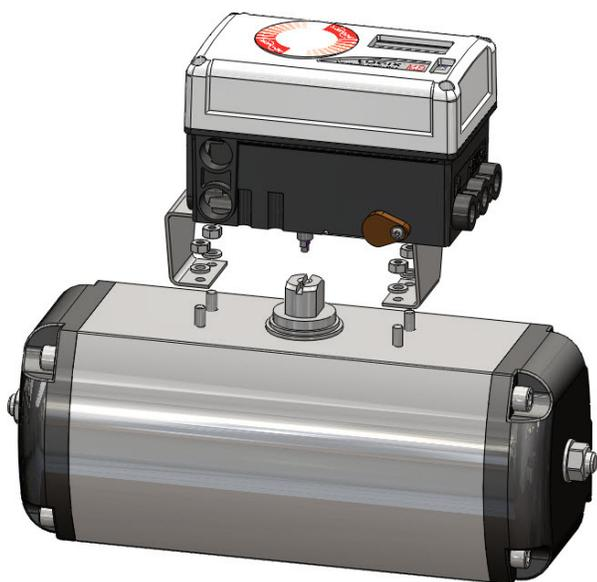

Figura 18: Ensamble AutoMax
3. Monte el posicionador sobre el actuador utilizando las tuercas y arandelas. Consulte la Figura 18.